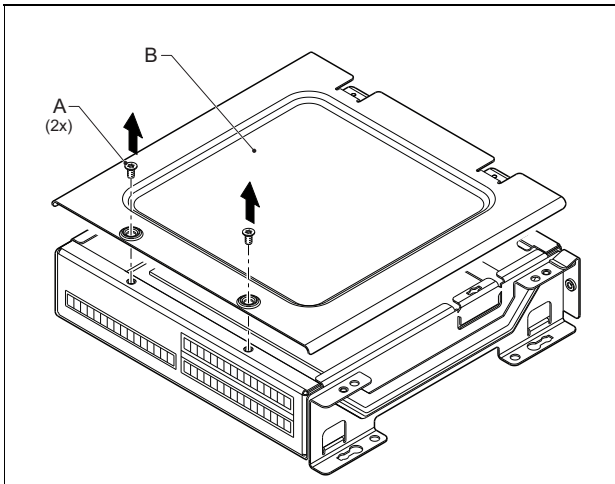

abbildung 20.8: Entfernen der Modulabdeckung
- 1 Entfernen Sie die Schrauben (A) jedes Moduls und schieben Sie die obere Abdeckung (B) ab (siehe abbildung 20.8).